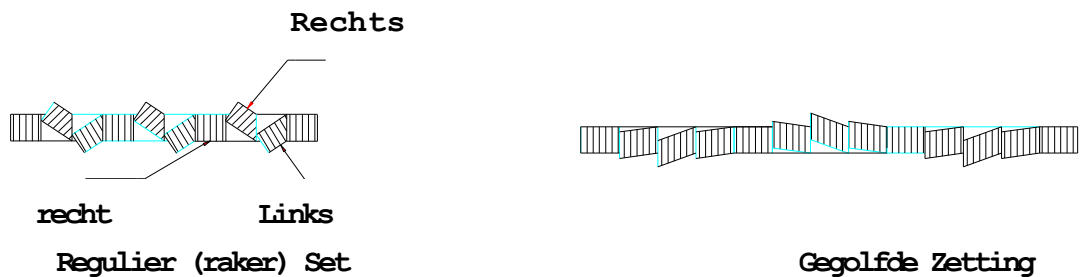

Fig. 7.2 Zaagtand zetting
- Gegolfd zetting heeft een groep tanden, die per groep naar rechts en links gebogen zijn, deze vormen een golf patroon. Dit reduceert in minder spanning op elke individuele tand, en maakt het mogelijk om dun materiaal te zagen of een variatie van materialen als zaagband wissel niet praktisch is. Gegolfd zetting wordt ingezet als er zich veel tandbreuk optreedt. Zie afbeelding in Fig. 7.2: